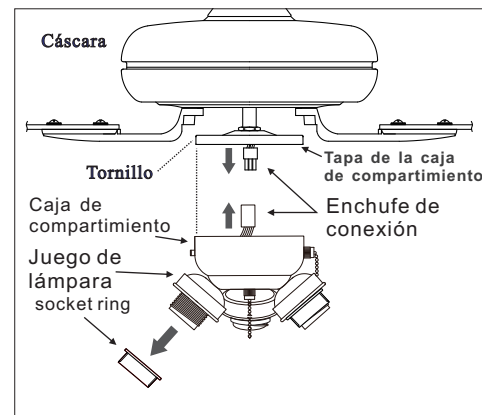

Figura 18
1. Retire los 3 tornillos en la tapa de la caja de compartimiento. (Figura 18)
2. Empuje con cuidado todos los cables en la caja de compartimiento, y luego instale el conjunto del juego de lámpara en la caja de compartimiento con los 3 tornillos previamente removidos. Asegúrese de apretar todos los tornillo. (Figura 18)
3. Empuje con cuidado todos los alambres atrás en el caja de compartimiento Y, a continuación, instalar el kit de ensamblaje de luz en la tapa de la caja de compartimiento con los 3 tornillos suministrados. Asegúrese de apretar todos los tornillos. (Figura 18)